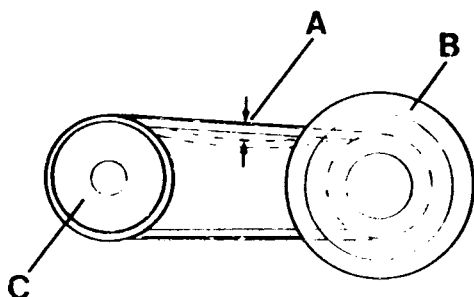

Fig. A3-64 Ajuste correa del depresor
- 3.4. Montar la correa de accionamiento del depresor y tensarla, dejando un juego libre de 15 mm. en el centro del tramo superior, A (Fig. A3-64).